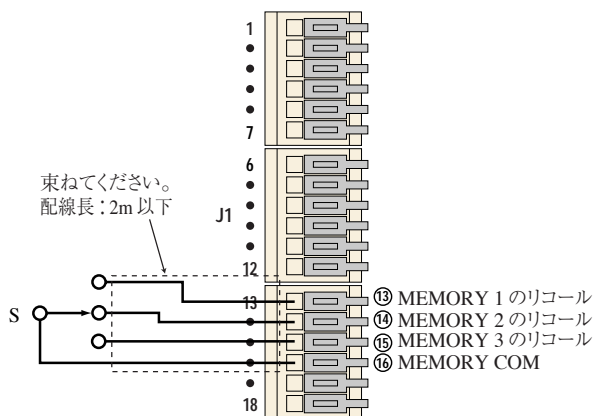

図 4-11 接点 S の接続 1
2. 接点S (スイッチ) をリコールしたいMEMORY の制御端子に図4-11 のように接続します。